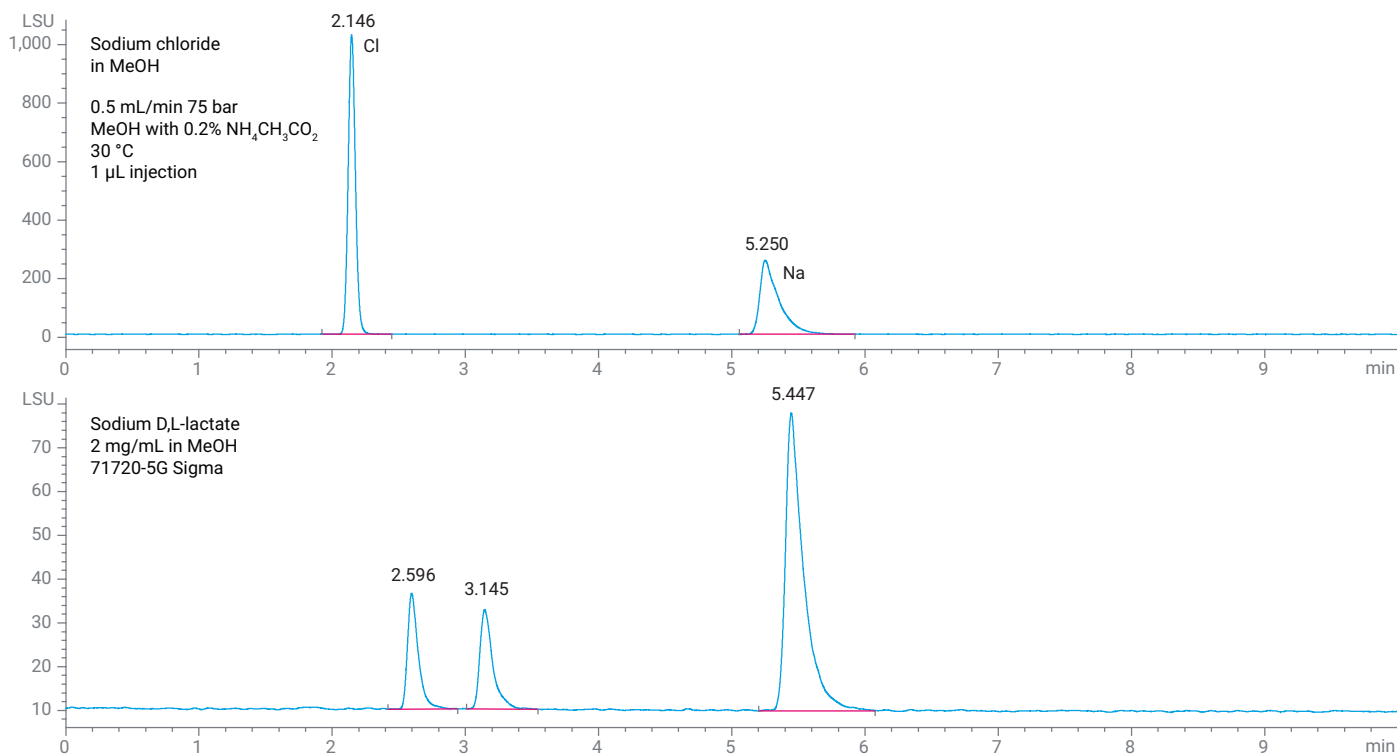

図 5. ナトリウムおよび乳酸エナンチオマーのピークの同定
4)。塩化ナトリウムのサンプルを注入することにより、この最後のピークはナトリウムと確認されました (図 5)。分離モードは極性イオン分離と呼ばれています。一般的に、極性イオン分離では、メタノールやアセトニトリルのような有機溶媒に少量の酸と塩基を加えて使用します。分離の最適化は多くの場合、酢酸/トリエチルアミンまたは水酸化アンモニウムを使用し、酸塩基比を変化させることで行います。または、アンモニウム塩を移動相に添加します (ギ酸アンモニウム、酢酸アンモニウム、またはトリフルオロ酢酸アンモニウム)。